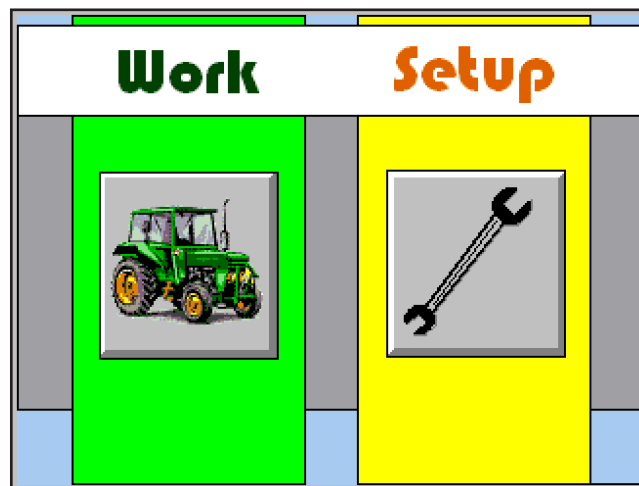

Fig. 2
- E) Regresa al menú de selección de la modalidad (Fig. 2).